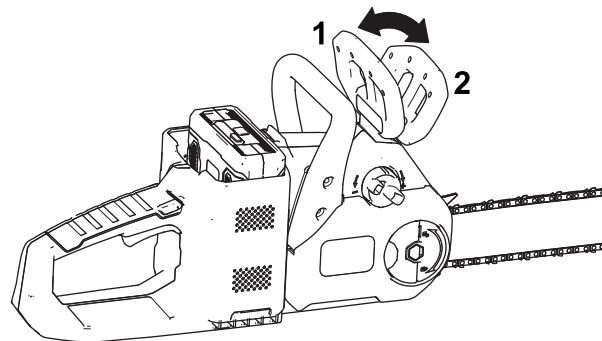

Figure 27
2. Engagez le frein de chaîne en l'actionnant vers avant, à la position d'ARRÊT (Figure 27).
4. Désengagez le frein de chaîne en l'actionnant vers l'arrière à la position MARCHE (Figure 27).
2. Desserrez, sans le retirer, l'écrou à oreilles sur le couvercle (Figure 27).